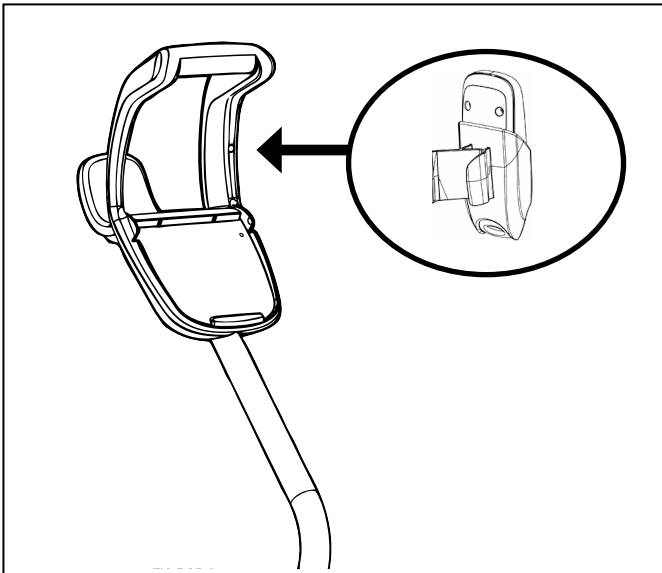

Figure 8. Enclencher le porte-télécommande
9. (9550 Sport/P955) Trouver la goupille située sur le porte-télécommande et l'aligner avec le réceptacle situé sur la poignée du chariot afin d'accrocher la télécommande au chariot (Figure 8).